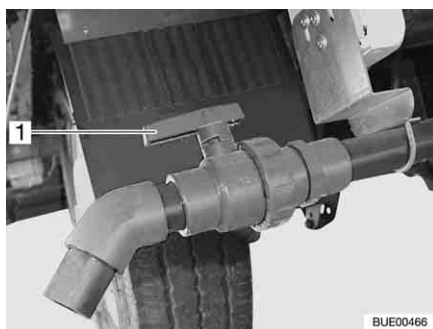

Fig. 240 Torneira de descarga
- Gire o manípulo (Fig. 240,1) da torneira de descarga no sentido de fluxo.